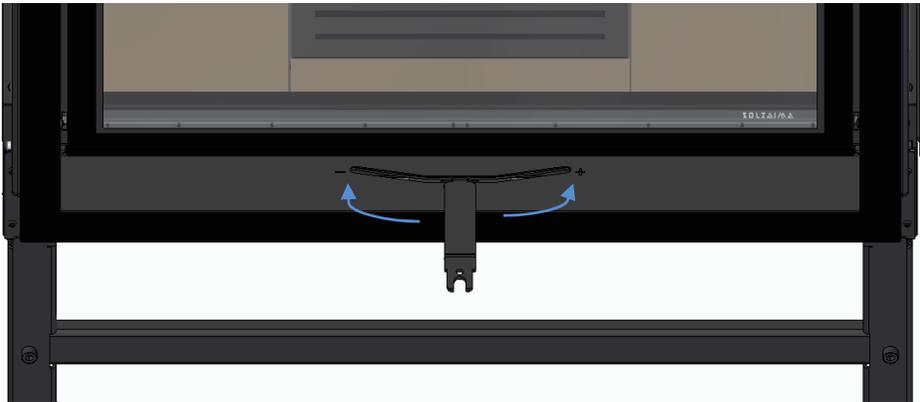

Figura 27
Para abrir los registros de aire – Deslice el regulador hacia el lado derecho (referenciado con el símbolo "+") con la llave que viene en el equipo, durante la fase de iluminación y mayor consumo de leña, ver Figura 27.
- a) Abra el regulador del aire de combustión, mueva el regulador de combustión a la posición “+” (véase la Figura 27).